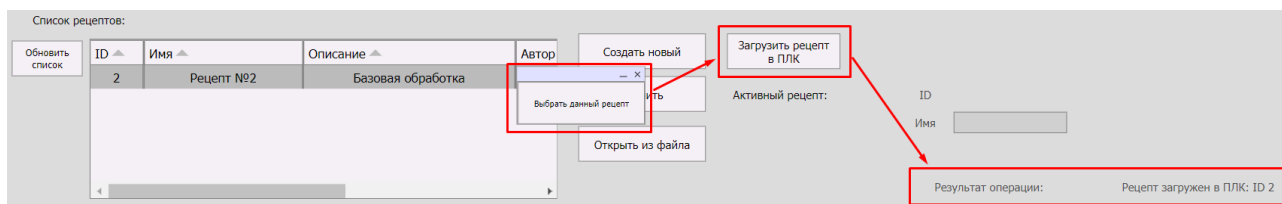

Рисунок 17 — Загрузка рецепта в ПЛК
4. Проверьте результат операции (рис. 17).